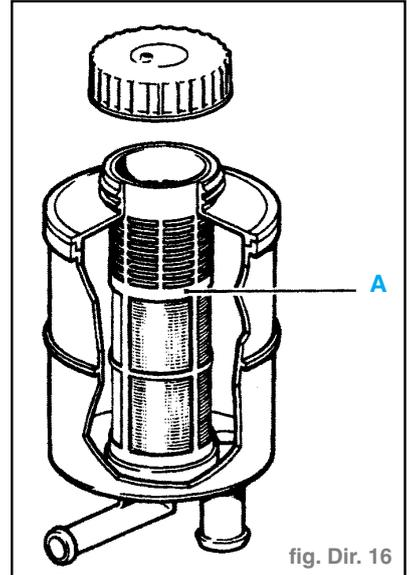

fig. Dir. 16
- L'huile doit être visible à la hauteur de la pastille (A) du manchon - filtre. (fig. Dir. 16)